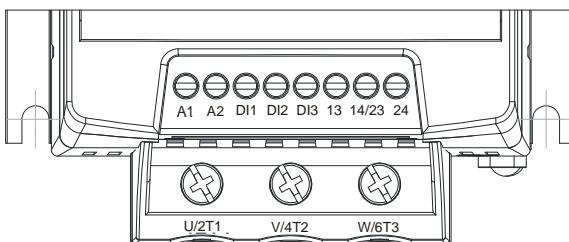

Figura 3.9 - Terminales de control de la SSW-07
- 3.2.7 Conexiones de la Señal y de Control** Las conexiones de control (entradas digitales y salidas a relé) son hechas a través de los conectores (mirar posicionamiento en la figura 3.9).